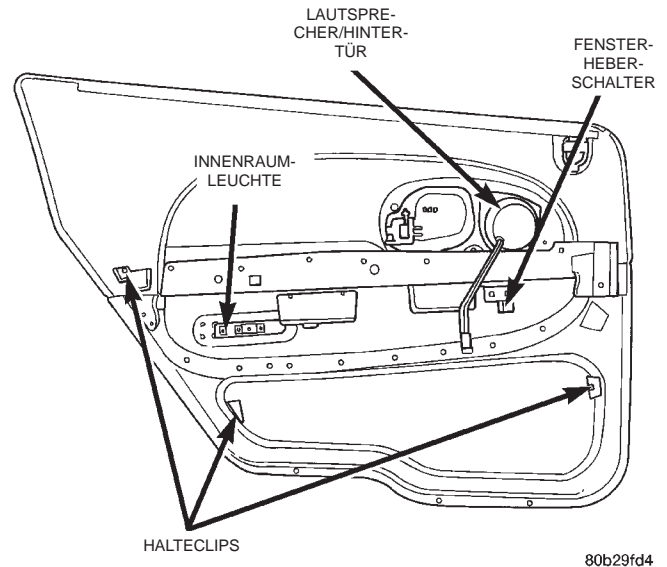

Abb. 85 Türinnenverkleidung/Hintertür—Typisch
(5) Mit einem Werkzeug für Türverkleidungen die Halteclips aus der Türverkleidung am Türblech ausrasten. Zwei Halteclips befinden sich hinten an der Verkleidung und ein Halteclip vorn an der Verkleidung (Abb. 85).
(6) Türverkleidung nach oben über den Türflansch anheben. Dabei darauf achten, die Türverkleidung fest in der Hand zu behalten.
(7) Verbindungsgestänge aus dem Türaußengriff aushängen.
(8) Steckverbinder vom Lautsprecher der Hintertür abziehen.
(9) Steckverbinder vom Fensterheberschalter abziehen.
(10) Kabelbaumhalter von der Verkleidung abnehmen.
(11) Innenraumleuchte abklemmen.
(12) Türverkleidung von der Tür abnehmen.